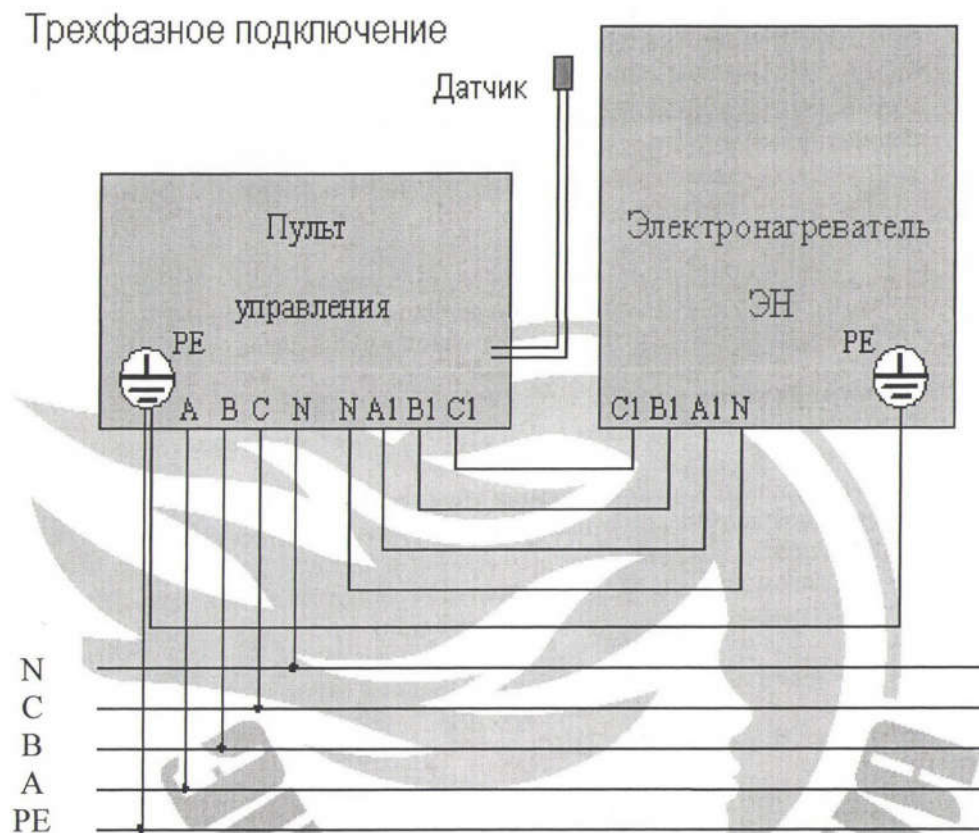

Рис.3
- Подключение ЭНУ необходимо выполнить в соответствии с рис.3, 4, 5. Провода, подключаемые к ЭНУ, включая нулевой рабочий и нулевой защитный, должны быть в термостойкой изоляции, сечениями не ниже, указанных в разделе 4 настоящего руководства. Концы проводов, подключаемые к ЭН и к ПУ должны быть оборудованы наконечниками.
Электромонтаж ЭНУ выполняется в соответствии со схемой, изображенной на рис.3. Более детальное описание электромонтажных операций рассмотрено в п.9, 10 и п.11 настоящего руководства.